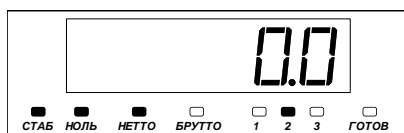

Рисунок 5
2.3.6.3 После стабилизации показаний нажать кнопку "ТАРА". Показания массы станут равны нулю, загорятся светодиоды "НОЛЬ" и "НЕТТО" (рисунок 5).